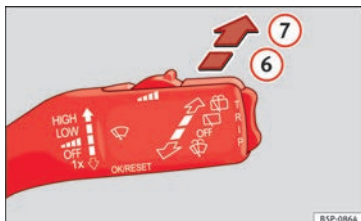

Fig. 71 Alavanca do limpavidros: limpavidros traseiro.
- Pressionar o manípulo para a frente, até à posição **6** » **Fig. 71**. O limpavidros deve movimentar-se em intervalos de 6 segundos.
- Pressionar o manípulo totalmente para a frente, até à posição **7** » **Fig. 71**. O lava-vidros começa a trabalhar imediatamente, enquanto o limpavidros entra um pouco